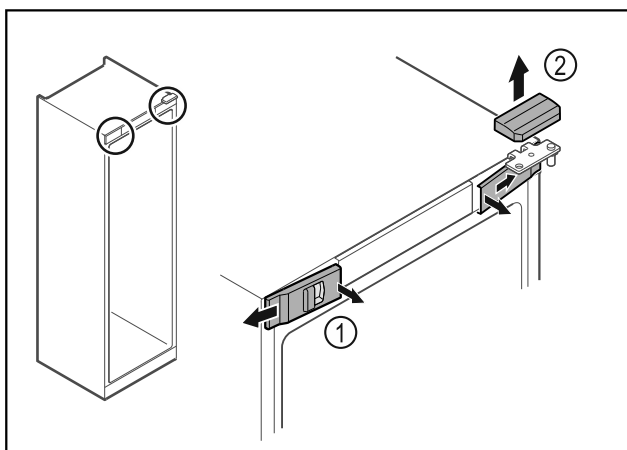

Fig. 15
- ▶ Desencajar las cubiertas delanteras Fig. 15 (1) del interior y dejarlas a un lado.
- ▶ Retirar hacia arriba la cubierta superior Fig. 15 (2).